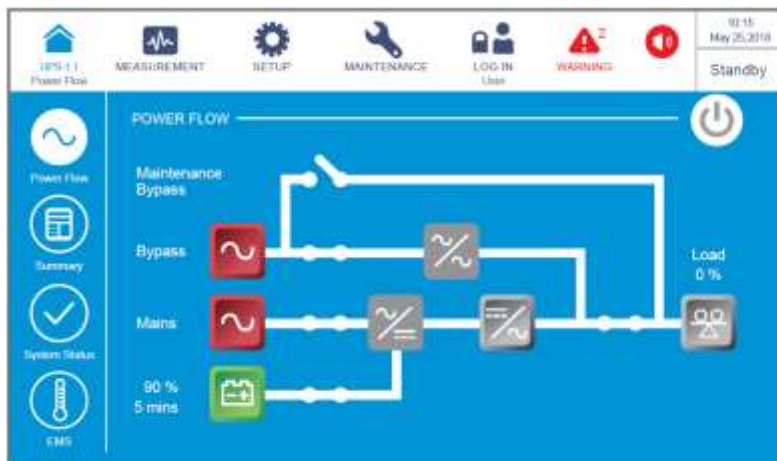

Рисунок 6-50: Экран режима ожидания
- 3) После выбора 'YES', ИБП отключит инвертор, прекратит подачу питания с каждого силового модуля и перейдет в режим ожидания. В этот момент трехцветный светодиодный индикатор горит желтым и появляется следующий экран (Рисунок 6-50). Расположение трехцветного светодиодного индикатора см. на Рисунке 2-11.